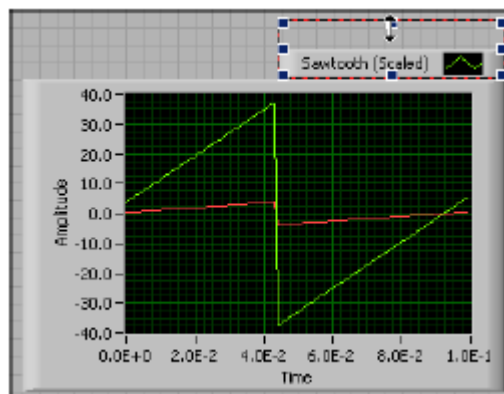

图 1-11 展开一个曲线图例
2. 当双向箭头出现时，如图 1-11，点击并拖曳曲线图例的边框直到出现第二条曲线名字。